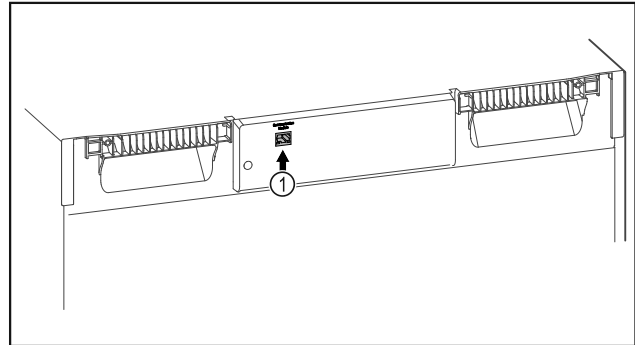

Fig. 94
- Използва се SmartModule Fig. 94 (1).